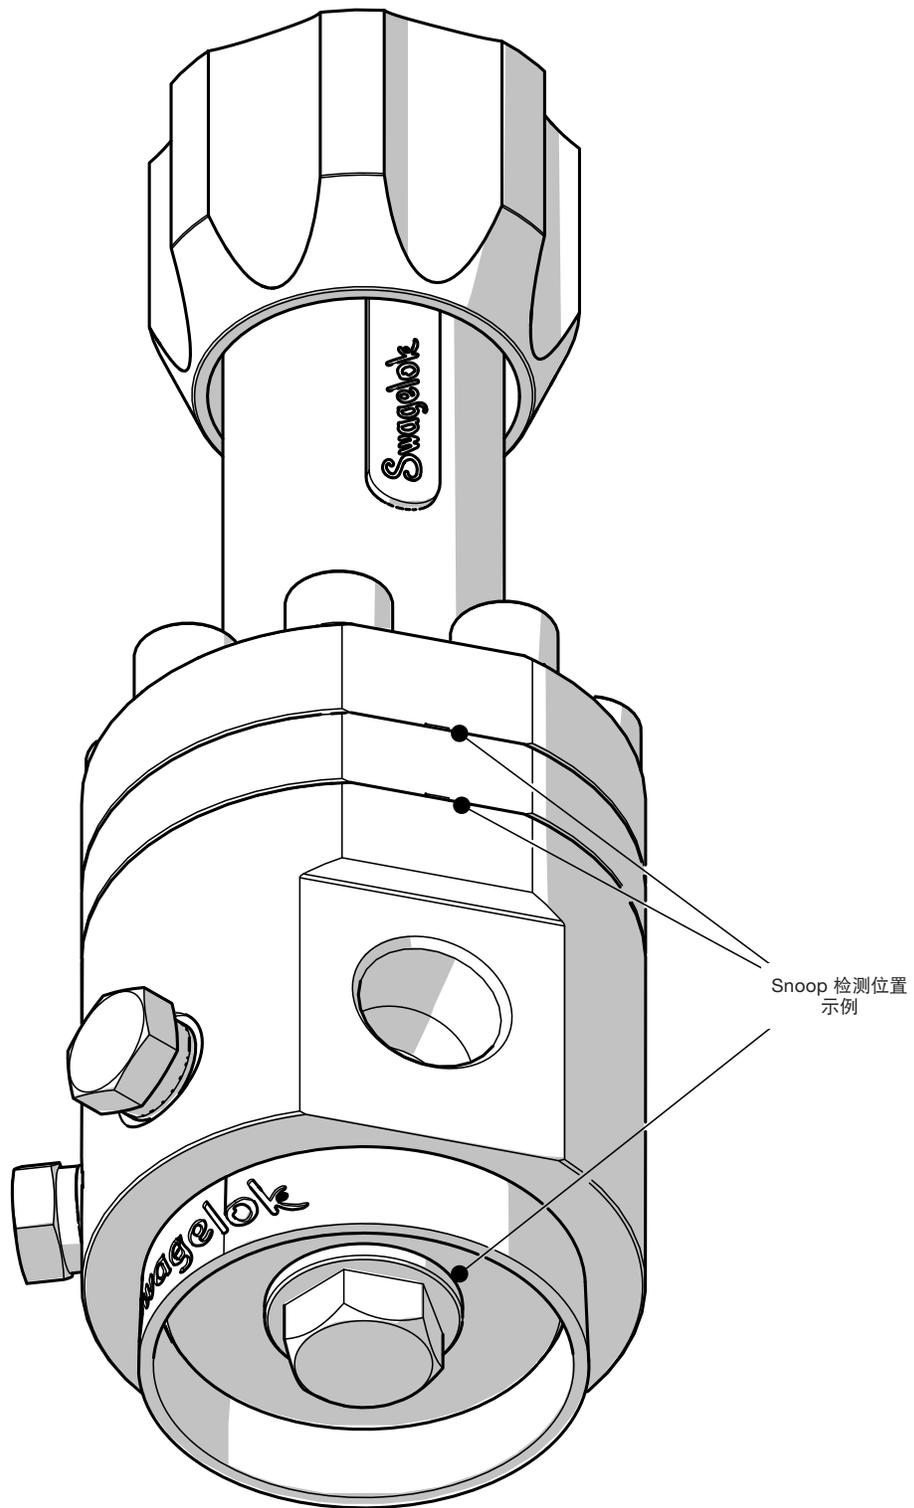

图 20
4. 使用检漏液检查弹簧套筒/圆顶渗出孔和阀体塞与阀体接口处是否有气泡（见图 20）。